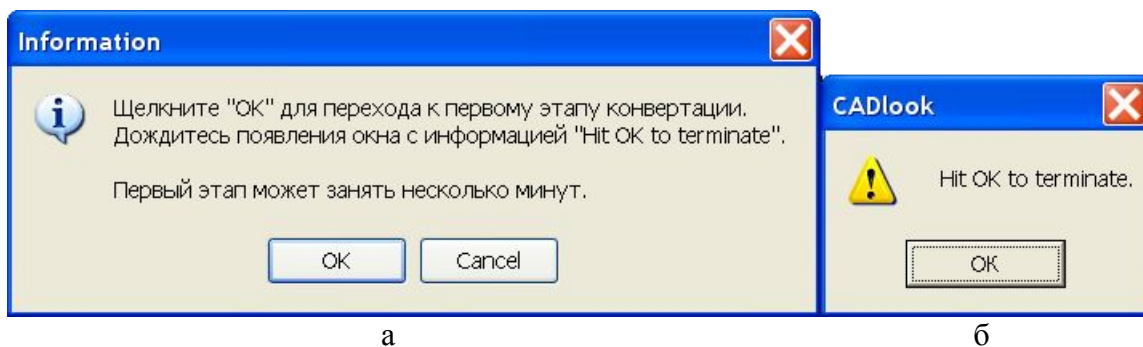

Рис. 4 Начало (а) и конец (б) первого этапа конвертации
- Первый этап конвертации начинается после появления информационного сообщения, рис. 4а и заканчивается сообщением программы CADlook об окончании работы, рис. 4б. На этом этапе программа CADlook в невидимом режиме читает файл и записывает во временный файл в одном из форматов, который далее используется UM (STL или VRML формат).